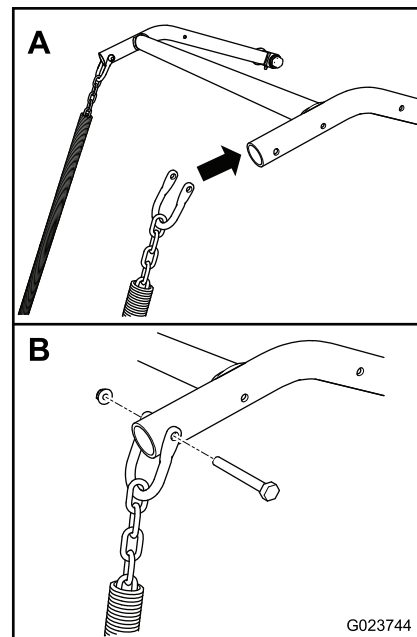

Figura 14
4. Alinhe cada aro com o lado adequado da elevação do acessório na máquina (Figura 14).